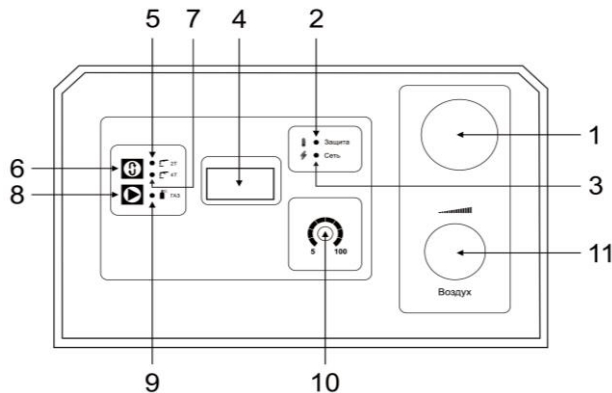

Рис.3. Панель управления
- 2.1. Вращая ручку регулятора (Рис.3, п.10), выставите параметры следующим образом: Значение параметра увеличивается при вращении ручки регулятора по часовой стрелке, значение параметра уменьшаются при вращении ручки регулятора против часовой стрелки в процессе корректировки (параметры будут сохранены автоматически в течение 10с);
- 2.2. Кнопка выбора 2Т и 4Т режимов (Рис.3, п.6). Двухтактный режим работы — это режим, при котором в течение всего сварочного процесса кнопка на горелке должна быть нажата. Четырехтактный режим работы — это режим, при котором сварочный процесс начинается после кратковременного нажатия кнопки на горелке. При повторном нажатии кнопки происходит остановка процесса сварки. Причем в течение сварки кнопка на горелке находится в свободном состоянии.
- 2.3 Кнопка проверки воздуха: короткое нажатие на кнопку выпускает небольшой объем воздуха, длительное нажатие (более 1с) служит для большего выпуска объема воздуха. Позволяет проверить оба газовых клапана (Рис.3, п.8).
Внезапная остановка может произойти из-за перегрева. При перегреве аппарата загорается индикатор «Защита» (Рис.3), и процесс резки автоматически останавливается. При этом, не отключая аппарат, дождитесь, пока внутренняя температура не станет соответствовать стандартному диапазону. И погаснет индикатор.